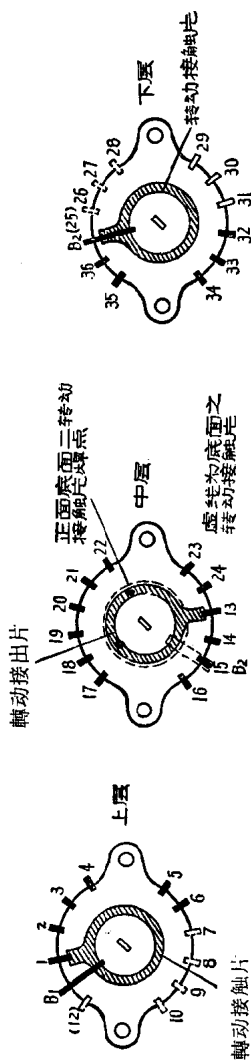

图 1.7
2. 三层式三刀十二掷分线开关分解图见图1.7（图中指放在 1000 mA 档情况）